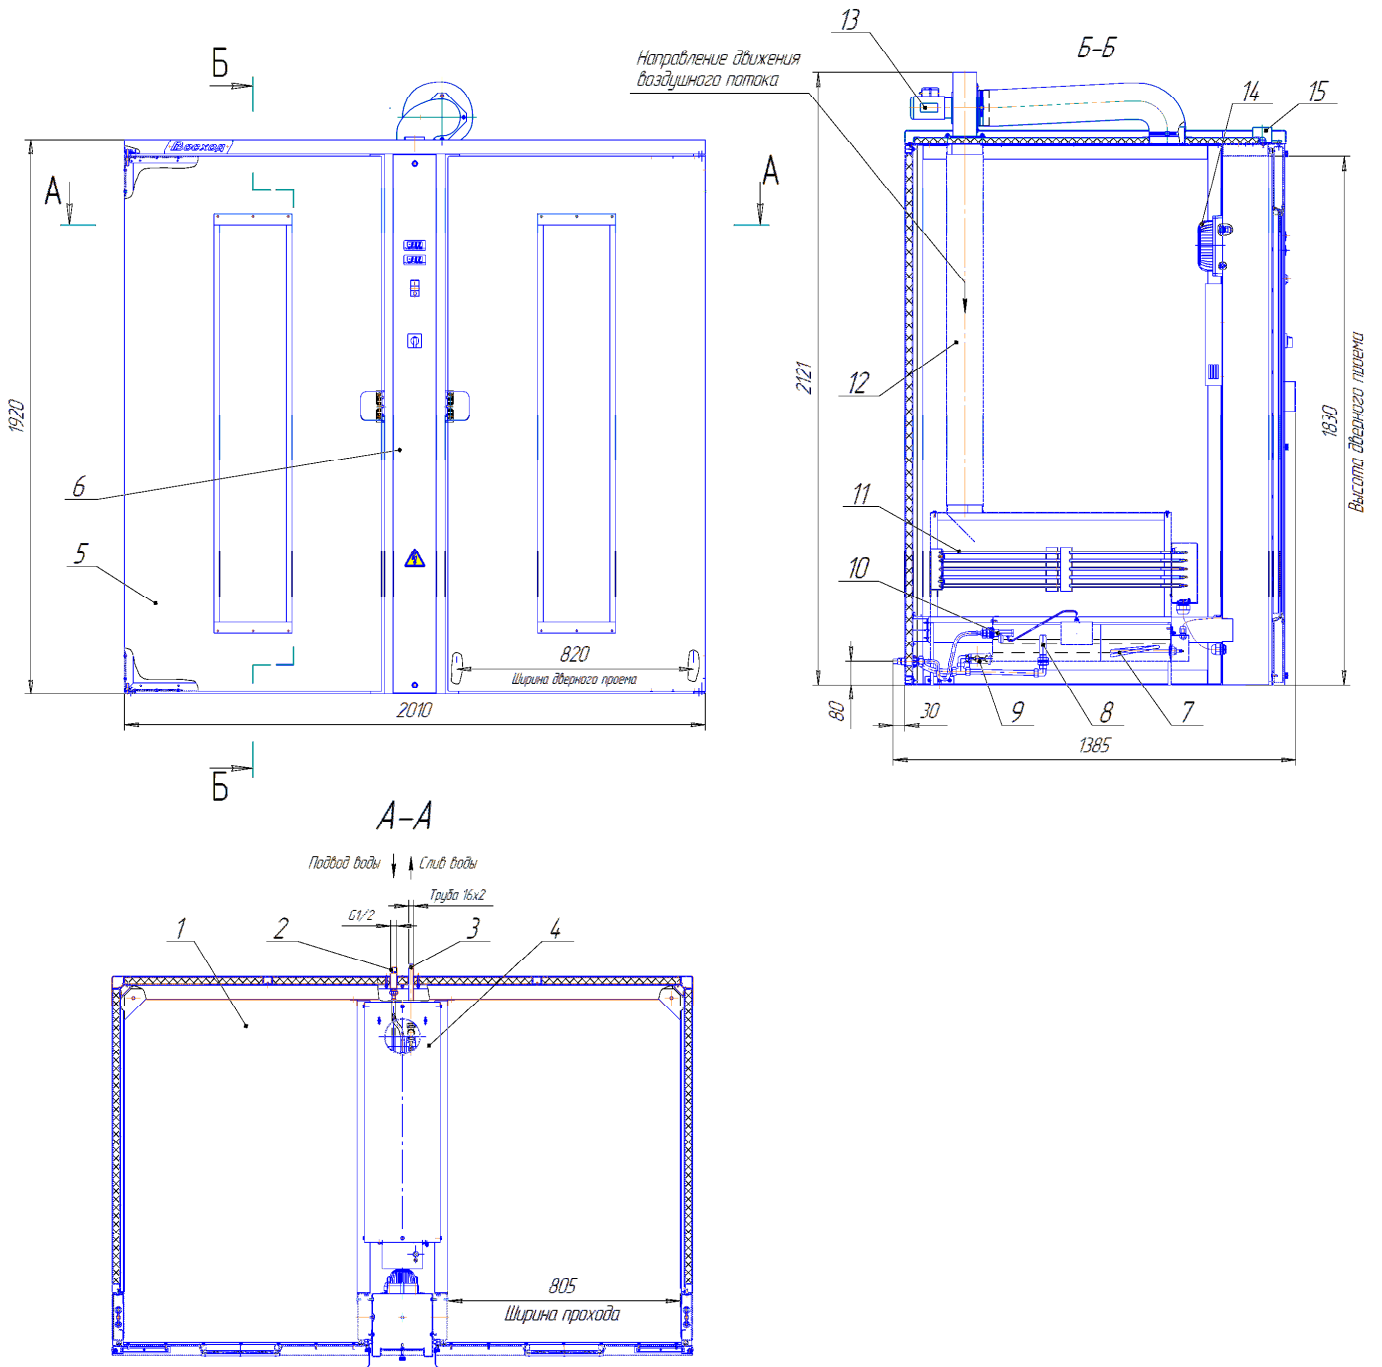

Рис.1 – Общий вид шкафа
6.5 Подсоединить шкаф к системе водоснабжения через водопроводный кран из комплекта монтажных частей, установив его на сгон поз.2 (рисунок 1).
- кран слива поз.9 (рисунок 1), закрыт;